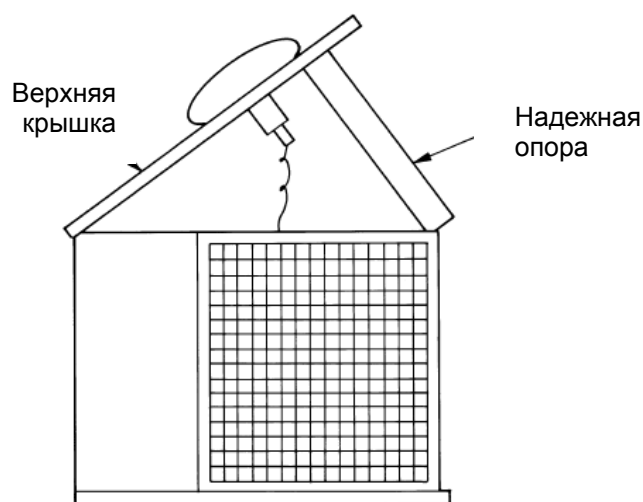

Рис. 31 – Откиньте и закрепите верхнюю крышку
2. Выверните винты, удерживающие задние угловые стойки и верхнюю крышку. Откиньте верхнюю крышку вверх на высоту от 305 до 475 мм и зафиксируйте ее при помощи надежной опоры. См. Рис. 31